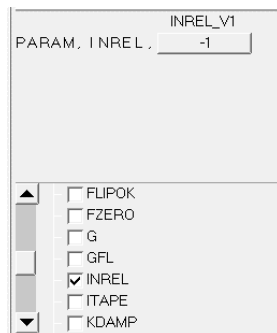

图 8-6 选择数值
- (1) 从 Analysis 页面选择 control cards。
- (2) 单击两次 next 按钮，再单击 PARAM，然后拉动滚动条选择 INREL。
(3) 在 INREL_V1 下选择-1，如图 8-6 所示。
(4) 单击两次 return 按钮回到主菜单。